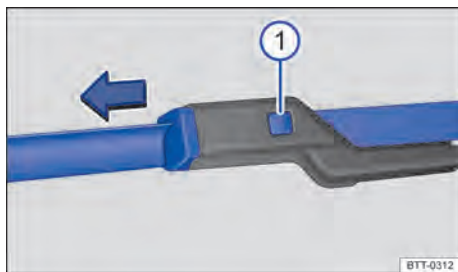

Fig. 136 Substituir as palhetas dos limpadores do para-brisa.
- Manter o botão de destravamento → Fig. 136 ⓘ pressionado e, ao mesmo tempo, retirar a palheta do limpador do para-brisa no sentido da seta.